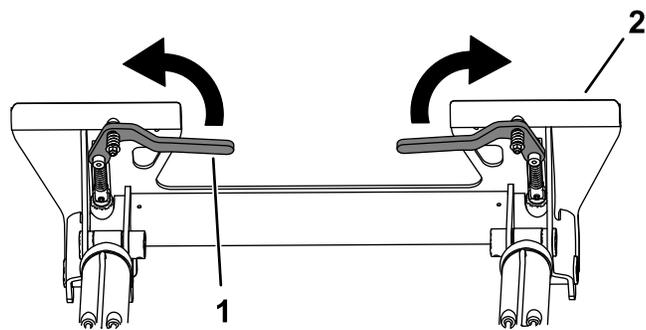

Рисунок 30
2. Поверните рычаги быстроразъемного соединения наружу, чтобы поднять штифты быстроразъемного соединения (Рисунок 30).